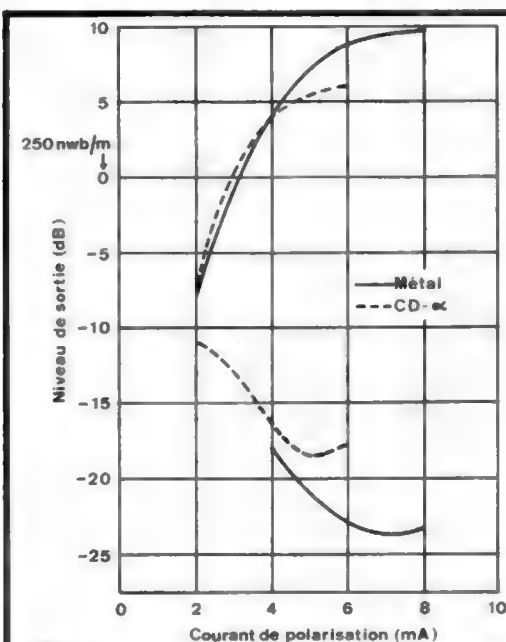

Fig. 4
■ **Distorsion (fig. 4).** Le niveau de sortie à distorsion minimale qui est défini habituellement comme celui atteint